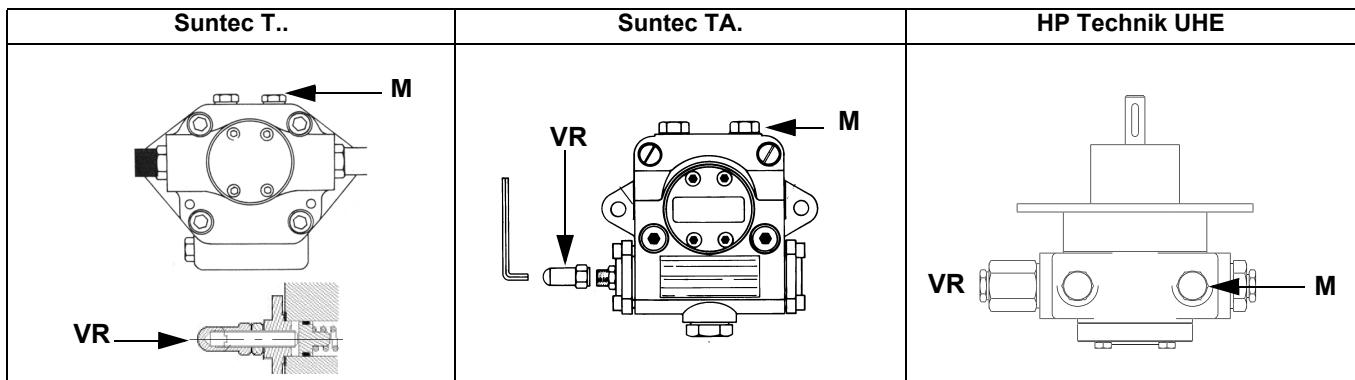

Fig. 10
- sfiatare l'aria dall'attacco (**M**) manometro della pompa (Fig. 10), allentando leggermente il tappo, senza toglierlo; quindi rilasciare il contattore.
- Solo se necessario, regolare la pressione di alimentazione (vedi relativo paragrafo) nel modo seguente: inserire un manometro nella posizione indicata in Fig. 11 agire sulla vite di regolazione **VR** della pompa (vedi Fig. 10) fino ad ottenere una pressione all'ugello pari a 20 bar (ugelli Monarch o ugelli Bergonzo - vedere grafici a pag. 40);